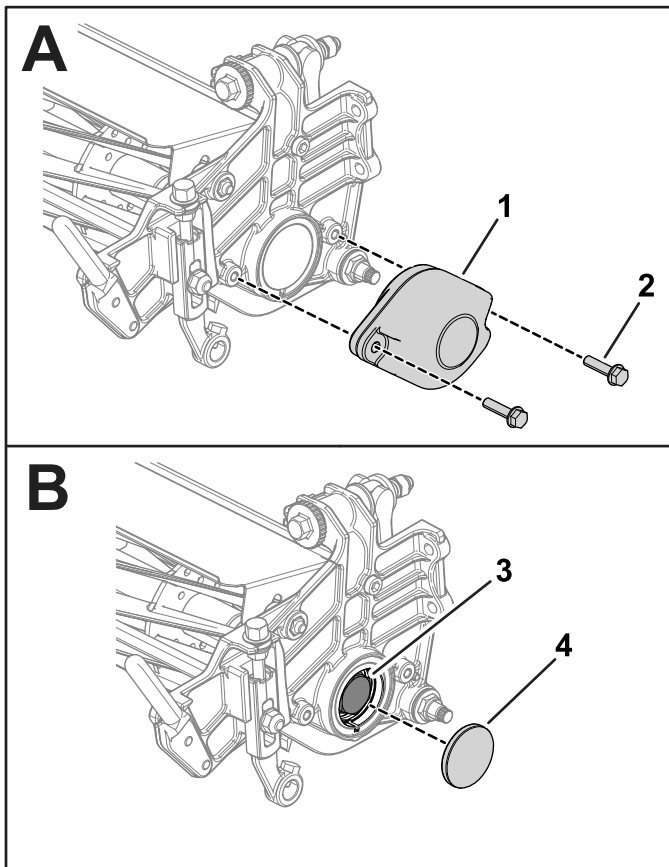

Рисунок 3
3. Отверните винты регулировки высоты скашивания и крепежные винты валика с рычагов высоты скашивания (Рисунок 3).
4. Выверните 2 болта (5/16 x 2¼ дюйма) из 2 гаек (невыпадающих, удерживаемых боковой пластиной), которые крепят противовес к боковой пластине режущего блока. Снимите противовес (Рисунок 3).
6. Снимите крышку, чтобы получить доступ к гайке подшипника (Рисунок 3).
7. Снимите с вала барабана гайку подшипника (Рисунок 3).